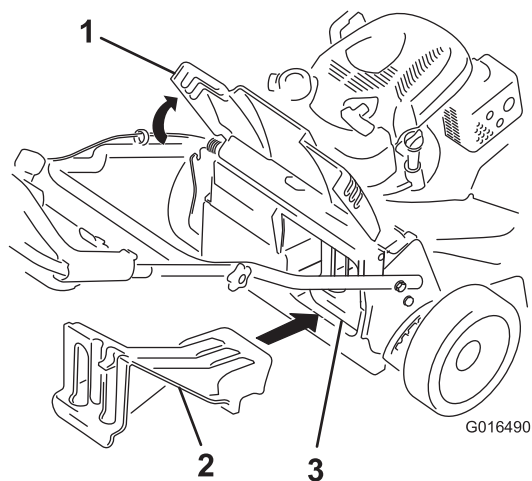

Figure 26
- Si l'obturateur d'éjection arrière n'est pas installé, saisissez-le par la poignée, relevez le déflecteur arrière et insérez-le dans la goulotte d'éjection arrière jusqu'à ce que le dispositif de verrouillage s'enclenche; voir Figure 26.
Important: Assurez-vous que l'obturateur de l'éjecteur arrière est en place avant de procéder au recyclage (Figure 26).